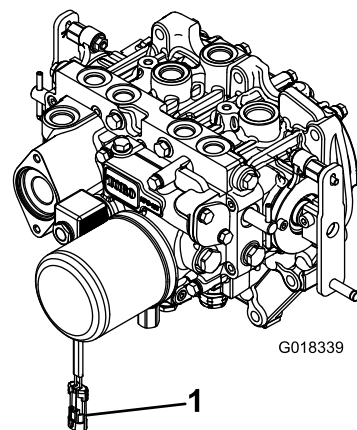

Figura 3
2. Desconecte el conector del arnés de cables del conector de la bobina del solenoide de la TDF (Figura 3).
8. Después de conectar el otro extremo del árbol al eje de la caja de engranajes del accesorio, conecte el conector del arnés de cables al conector de la bobina de la válvula del solenoide de la TDF (Figura 3).